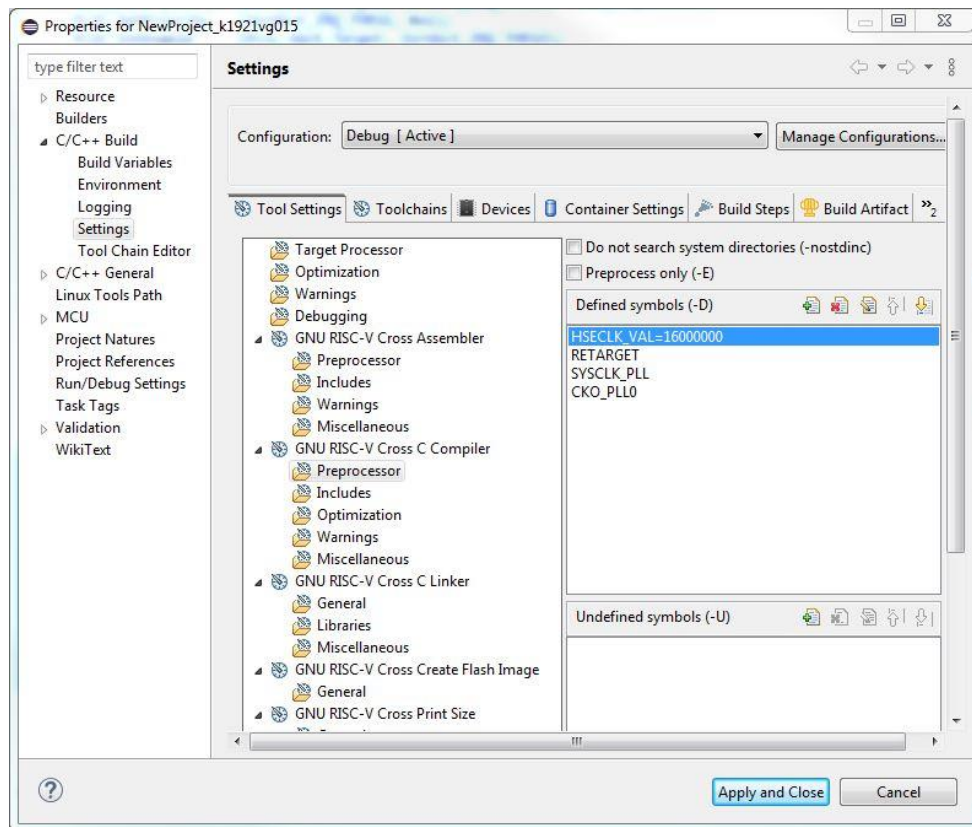

Рисунок 3.25 – Указание директив препроцессора
5. Указать директивы препроцессора (см. рисунок 3.25).
Имеется возможность использования различных скриптов линкера для сборки проекта под ОЗУ (для K1921VG015 – k1921vg015_ram.ld), ПЗУ (для K1921VG015 – k1921vg015_flash.ld) или TCM (для K1921VG3T – k1921vg3t_tcm.ld) при помощи указания файла скрипта в настройках проекта (См. Рисунок 3.25 – «Указание пути к скрипту линкера»). Данные скрипты находятся в каталоге platform→ldscripts.